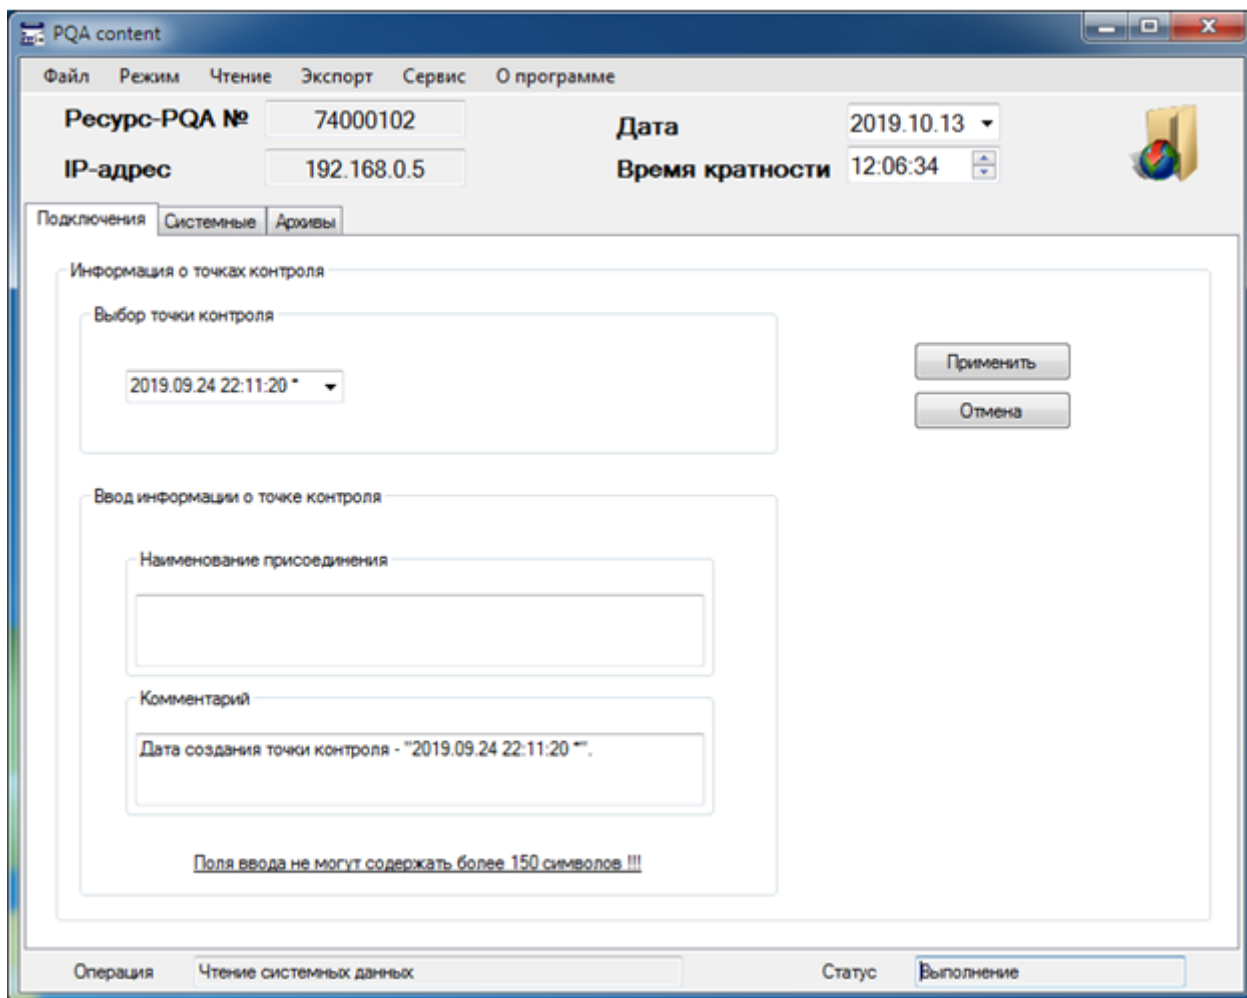

Рисунок 9.1.2 Окно «Информация о точках контроля»
- выбрать меню «Чтение / Системные данные» после чего откроется окно «Информация о точках контроля» (см. Рисунок 9.1.2),